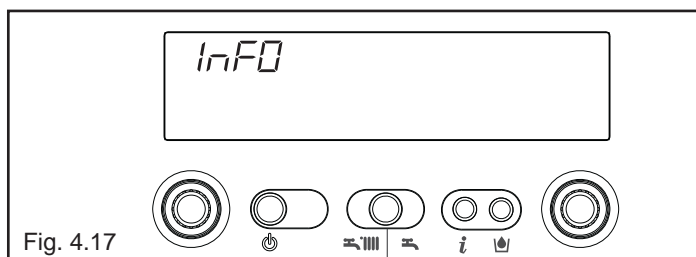

Fig. 4.17
Premendo il tasto  il display si spegne e appare solo la scritta InFO (fig. 4.17).
**Info 0** visualizza la scritta InFO (fig. 4.17)